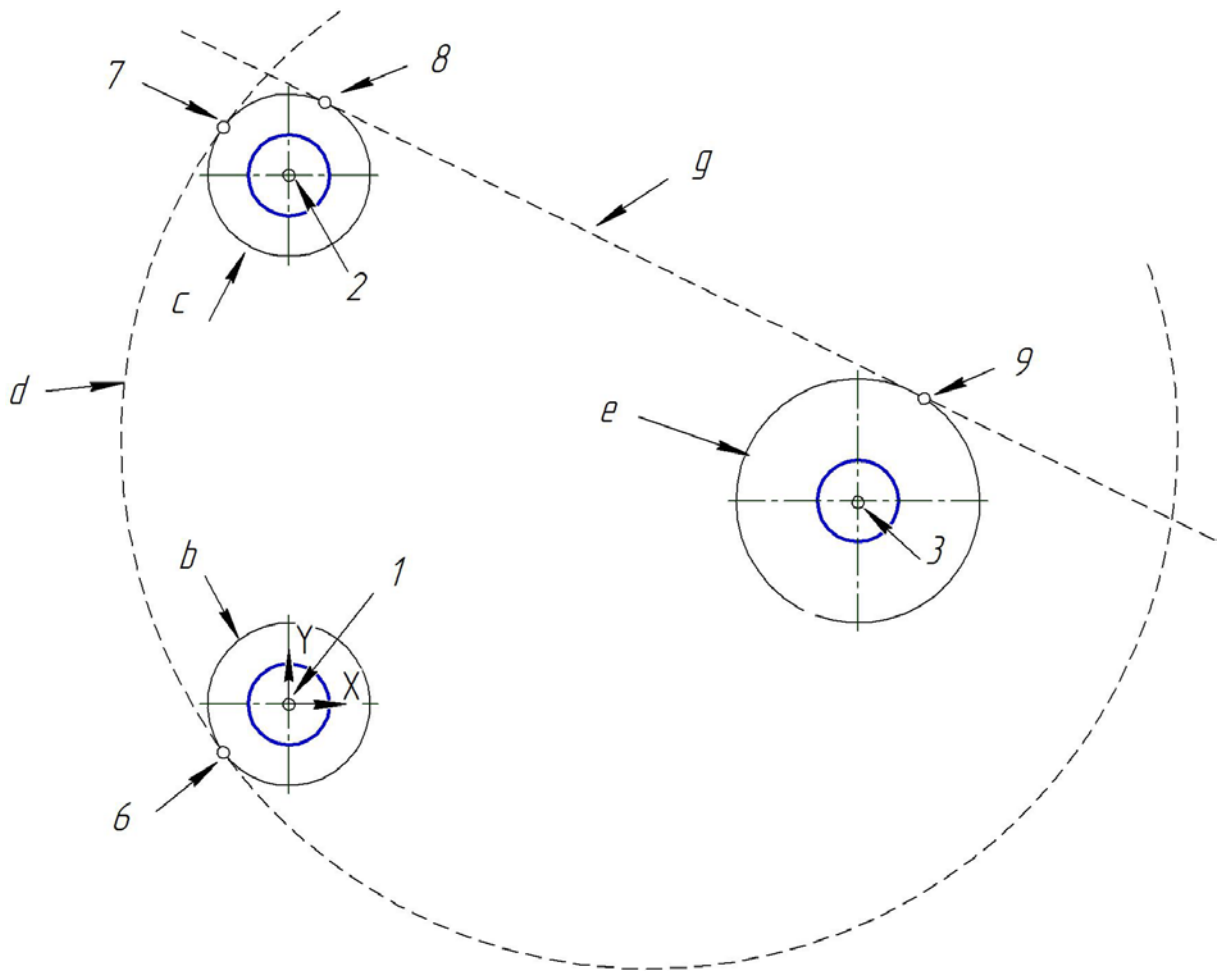

Рис. 1.37. Построение вспомогательной окружности внутреннего сопряжения между двумя окружностями и касательной к двум окружностям
1. Постройте сопряжение радиусом 130 окружностей  $b$  и  $c$  (внутреннее касание) (рис. 1.37).